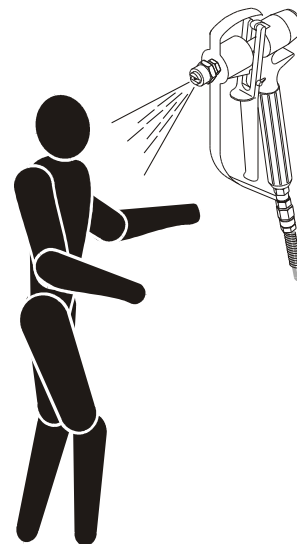

Fig.28
7) La pistola a spruzzo **NON** deve essere **MAI** rivolta verso le persone (fig.28) o oggetti non interessati alle operazioni di lavoro. Qualsiasi operazione va compiuta con la pistola **rivolta verso terra**.